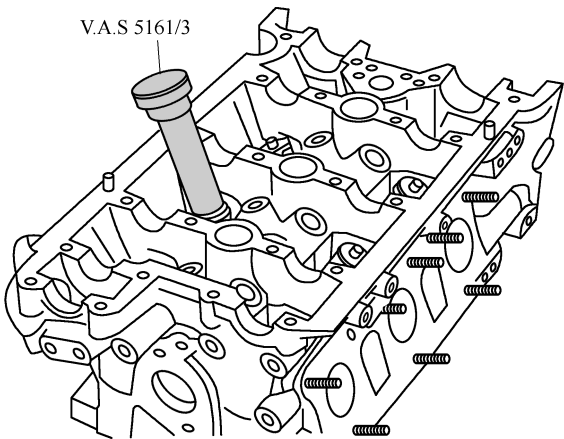

图 1-5-28 将芯棒 V. A. S5161/3 装在气门盘上
(1) 拆卸凸轮轴。
(2) 用火花塞扳手 3122 B 旋出火花塞。
(3) 如图 1-5-28 所示，将芯棒 V. A. S5161/3 装在气门盘上，然后用塑料锤将卡住的气门锁片敲出。